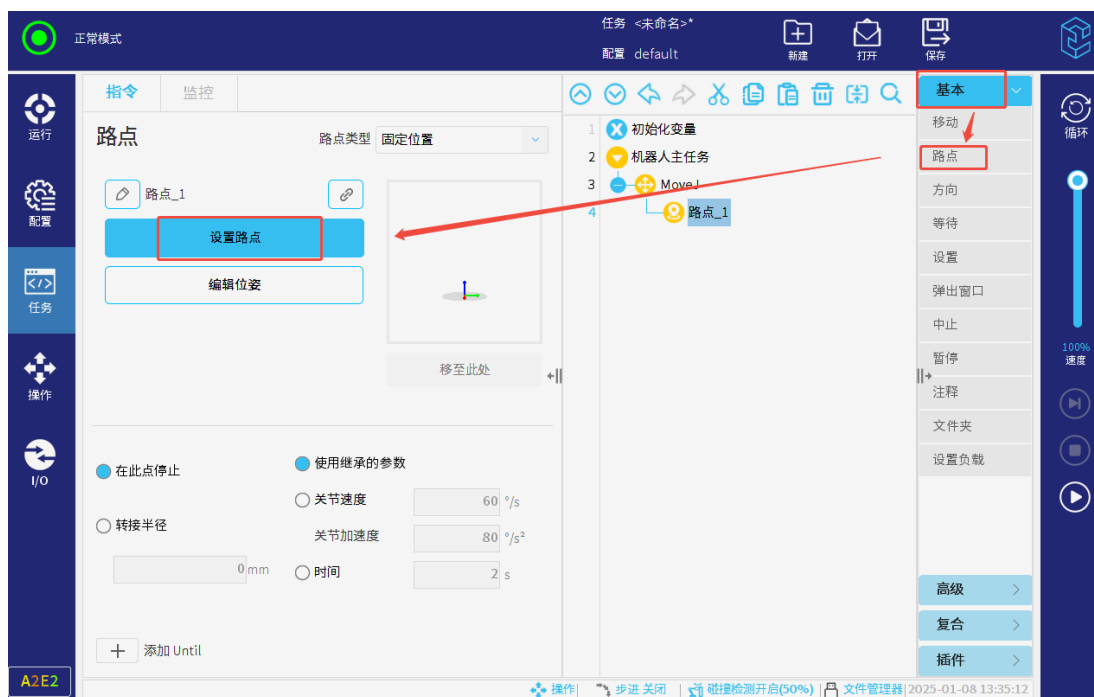

图 3-88: 路点
路点是机器人路径上的点，是机器人任务的核心要素，用于记录机器人到达的目标点位的节点，如图 3-88所示。
5. 设置完成后，路点节点以蓝色显示，如图 3-88 所示。